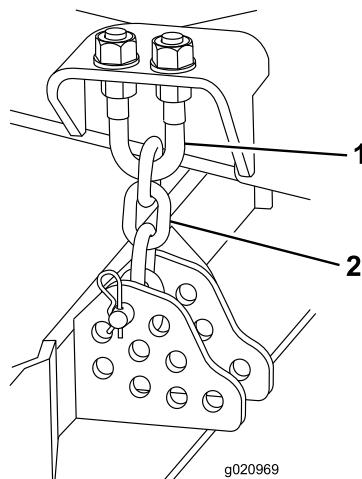

Bild 74
- Lockern Sie die Klemmmuttern an der Ober- oder Unterseite des U-Bügels an der Schnithöhenkette (Bild 74).